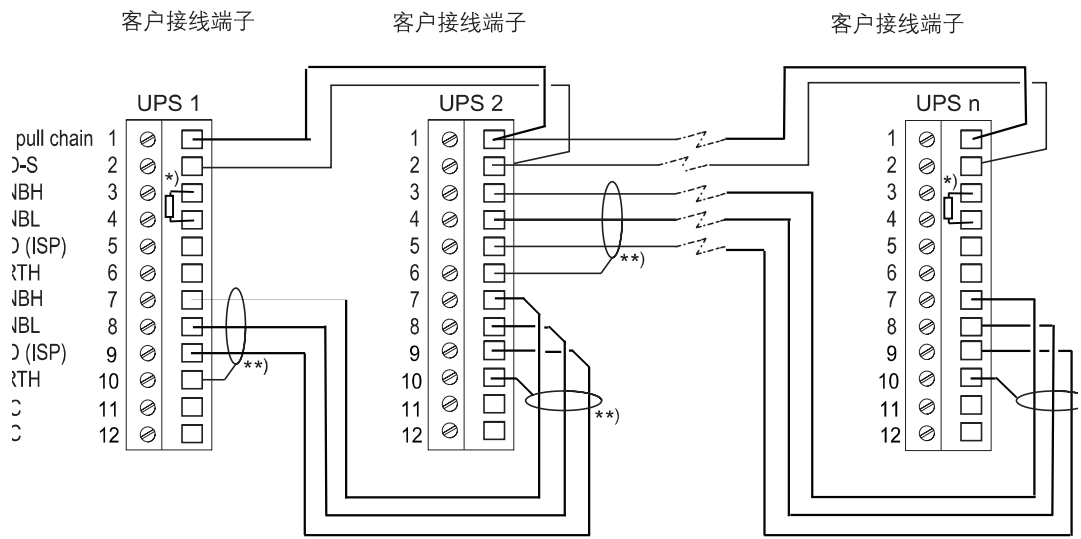
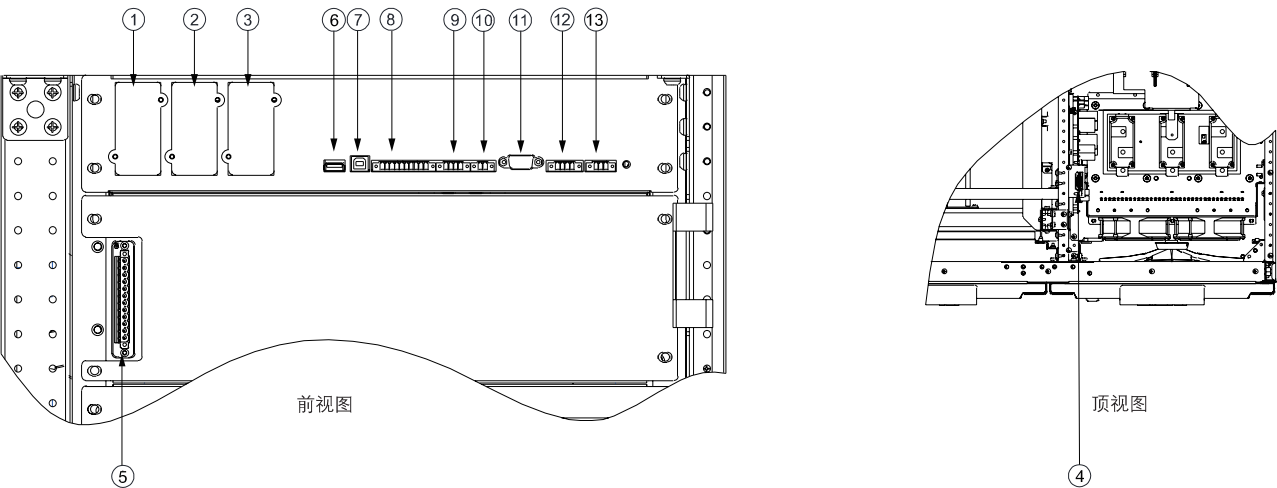

图4-12: 并机UPS的CAN和Pull-Chain的配线
图5-1：通信接口
详细连接器位置请参见图 5-1 通讯接口。
位置请参见图 5-1 通讯接口。
2. 外部并机控制信号的连接是一个 12pin 的端子排，通讯接口位置见图 5-1，接线示意图见图 4-10和图 4-12；